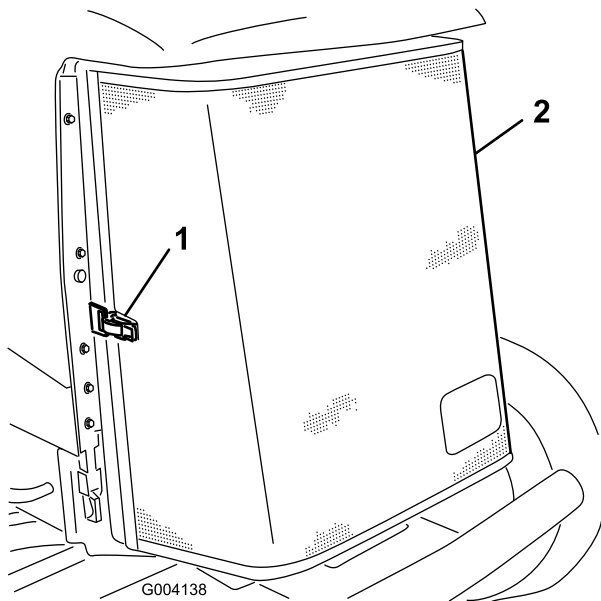

Figura 60
3. Sbloccate il morsetto e aprite la griglia posteriore (Figura 60).